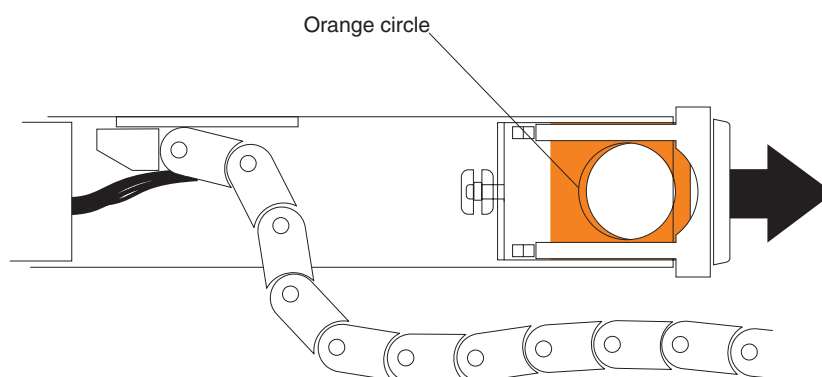

Figura 57. Suporte de montagem horizontal que se conecta à gaveta de unidade
- d. Desconecte o suporte de montagem da cadeia de cabos direita da gaveta de unidade. Insira o dedo no círculo laranja (consulte a Figura 57) e puxe o suporte de montagem completamente para fora da bandeja de unidade. Remova a cadeia de cabos direita.